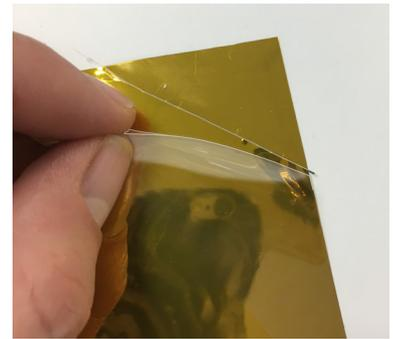

Figure 03
- › Placer la pointe du cutter dans l'entaille et soulever le film de protection. (FIG. 03)